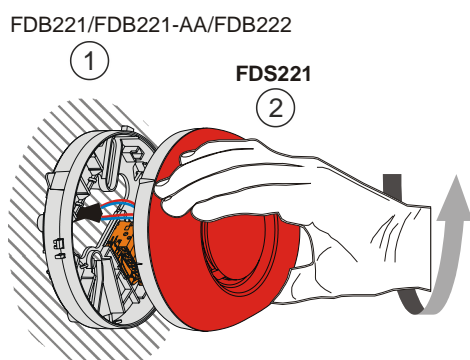

Fig. 1
2. Turn the alarm sounder FDS221 manually into the detector base until snap in (Fig. 1).
2. Drehen Sie den Alarntongeber FDS221 von Hand in den Meldersockel ein bis er einrastet (Fig. 1).
2. Vissez le diffuseur sonore FDS221 à la main dans l'embase de détecteur jusqu'à ce qu'il s'encliquette (fig. 1).
2. Enrosque la sirena de alarma FDS221 manualmente en el zócalo del detector hasta que encaje (Fig. 1).
2. Avvitare la sirena d'allarme FDS221 manualmente sulla base finché non scatta in posizione (Fig. 1).